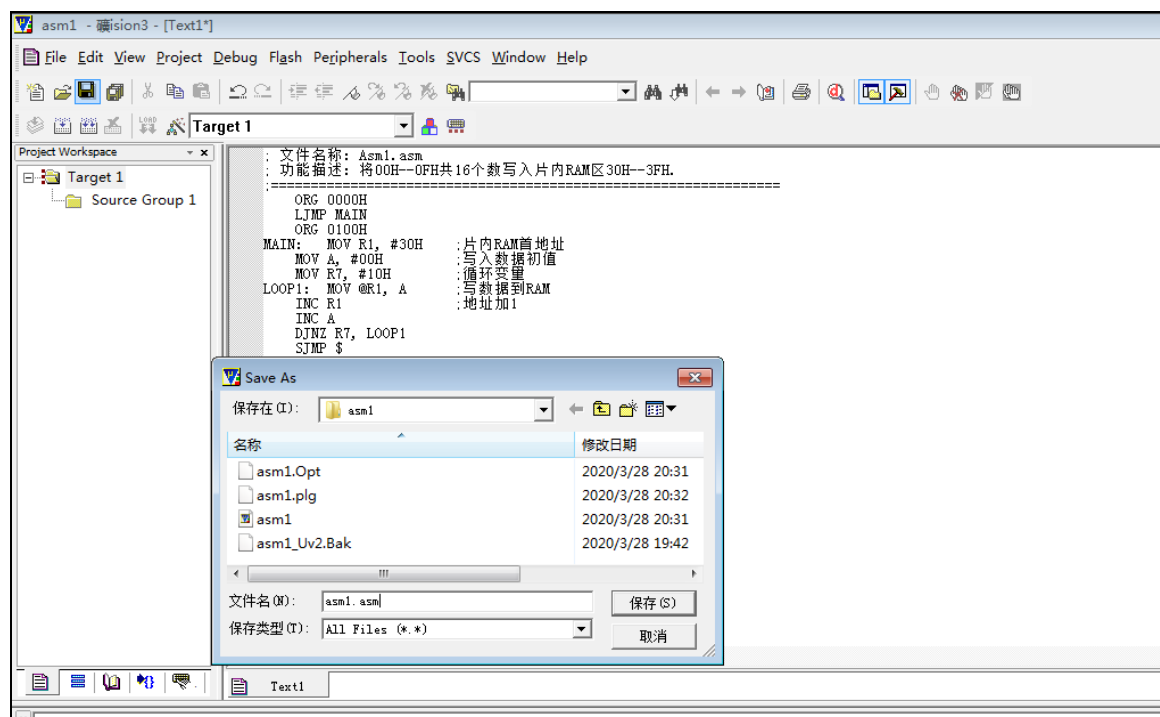

图2-1-6 源文件保存对话框
(5) 输入程序，完毕后点击“保存”命令保存源程序，如图2-1-6 所示，将Text1 保存成Asm1.asm。Keil C51 支持汇编和C 语言， μ Vision3 会根据文件后缀判断文件的类型，进行自动处理，因此保存时需要输入文件名及扩展名.ASM 或.C。保存后，文件中字体的颜色会发生一定变化，关键字会变为蓝色。